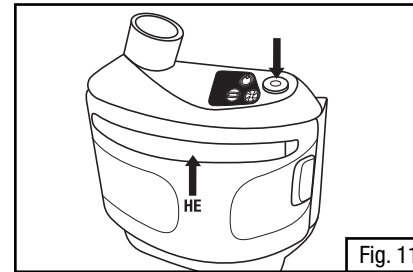

Fig. 11
- A etiqueta do filtro HE deve ficar visível através do visor da proteção do filtro (Veja a Fig. 11).
Para ligar a unidade motora/ventilador do TR-300, pressionar a tecla do "Power" (Fig. 11) no alto do motor/ventilador. A unidade realizará um auto-diagnóstico. Os LEDs (Diodos Emissores de Luz) de luz verde quando ligada a energia (Fig. 12-1), de luz amarelo âmbar indicando bateria baixa (Fig. 12-2) e a vermelha indicando fluxo baixo (Fig. 12-3) piscarão 2 ou 3 vezes e alarmes serão ouvidos durante este tempo. Para desligar o motor/ventilador, pressione e segure o botão de ligar/desligar por 2 segundos.
- o Certifique-se de que o filtro HE se encontra corretamente instalado na unidade PAPR e que a trava da proteção está segura conforme este *Manual de Instruções*. A etiqueta do filtro deve ser visível através do visor da proteção (Veja a Fig. 11). O filtro não deve ser guardado por longo período na unidade do motor/ventilador.